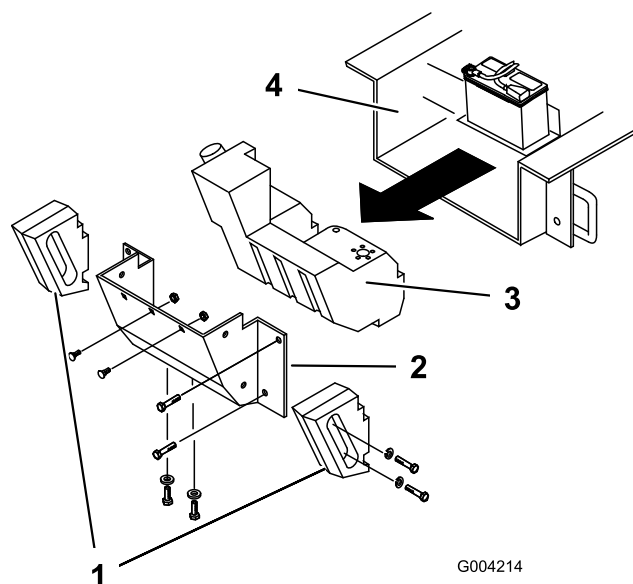

Figura 58
Con el tiempo, el chasis debajo del motor acumula suciedad y residuos que deben ser eliminados. Abra el capó e inspeccione frecuentemente la zona debajo del motor con una linterna. Cuando al acumulación de residuos llegue a 2,5–5 cm de grosor, complete el procedimiento siguiente (consulte Figura 58 para todo este procedimiento):
4. Retire los pernos, las arandelas y las arandelas de freno que fijan los dos contrapesos laterales, y retire los contrapesos (Figura 58).
7. Retire las seis tuercas y los pernos que fijan el panel trasero, y retire el panel (Figura 58).
10. Deslice el depósito de combustible hacia atrás (Figura 58).
16. Introduzca el depósito de combustible parcialmente en el chasis (Figura 58).
21. Vuelva a colocar el panel trasero y fíjelo con los seis pernos y las tuercas que retiró anteriormente (Figura 58).
23. Instale los contrapesos laterales con los pernos, las arandelas y las arandelas de freno que retiró anteriormente (Figura 58).